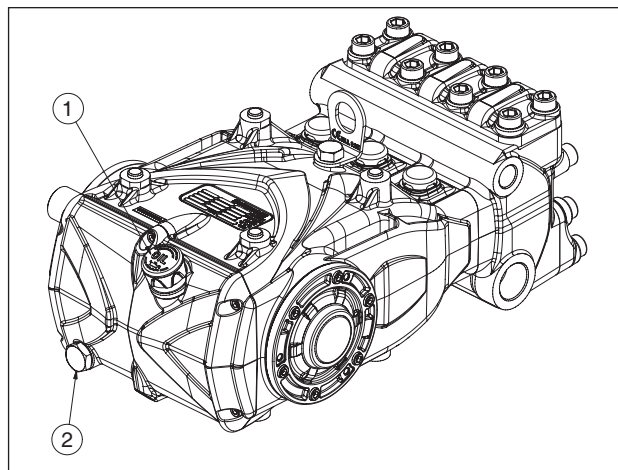

Рис. 3
Проверьте уровень масла и, при необходимости, долейте с помощью маслоизмерительного щупа, поз. ①, Рис. 3. Правильный контроль уровня масла производится при насосе, имеющем температуру окружающей среды, а замена масла осуществляется при насосе, разогретом до рабочей температуры, для чего извлекается маслоизмерительный щуп, поз. ①, а затем пробка, поз. ②, Рис. 3. Масло необходимо проверять и заменять, как указано в разделе 11. Необходимое количество составляет ~1,9 литра.